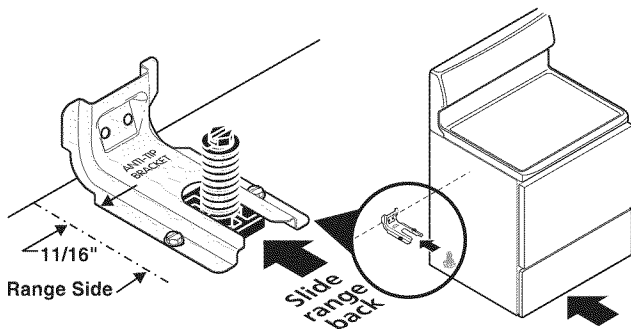

Fig 22
4. **Nivele y ubique la estufa –** Nivele la estufa ajustando los cuatro (4) tornillos niveladores con una llave. Nota: Se debe dejar un espacio libre mínimo de 1/8" entre la parte inferior de la estufa y los tornillos niveladores a fin de dejar espacio para instalar el soporte (Fig. 22). Deslice la estufa de nuevo a su lugar. Retire el panel inferior o la gaveta de almacenamiento para verificar visualmente si el tornillo nivelador trasero está insertado y firmemente asegurado por el soporte. Para los modelos con un compartimento calefactor o compartimento de asador, sujete la estufa desde el borde superior trasero y trate de inclinarla hacia adelante cuidadosamente.